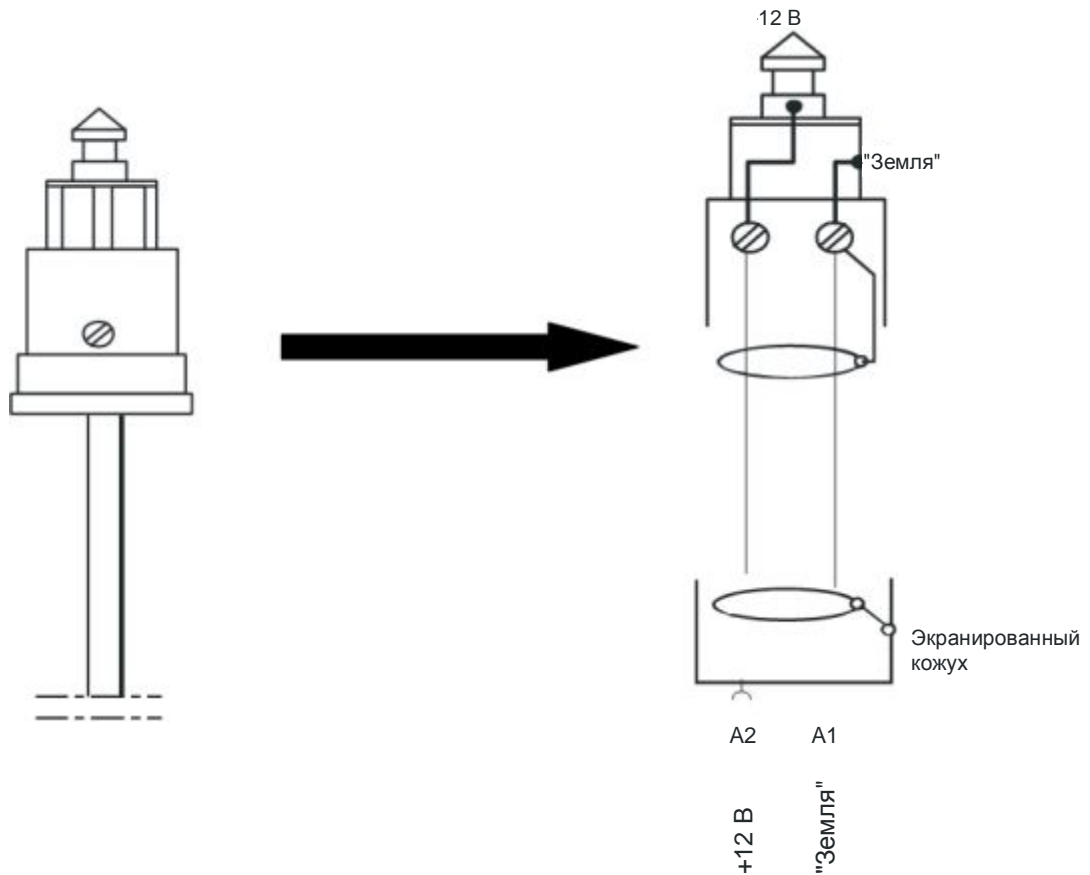

Рисунок 6-2 – Собственная схема электропитания
2. Питание на прибор TSMW подается от собственного источника питания постоянного тока посредством силового кабеля. Для этих целей необходимо демонтировать автомобильный прикуриватель и подсоединить открытый конец кабеля к электрическому источнику питания потребителя с соблюдением полярности (см рисунок 6-2).